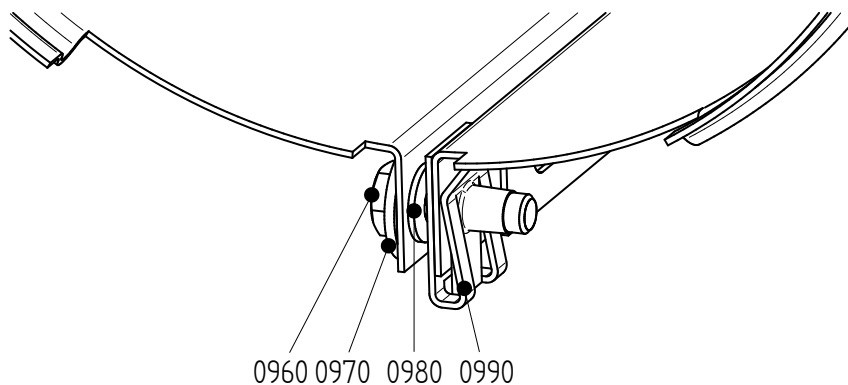

Figure 15: Installation de l'enveloppe.
- 1 Desserrez les boulons (0960). Voir figure 15.
- 3 Fermez l'enveloppe et posez un boulon (0960). Voir figure 15.
- 5 Fermez l'enveloppe et posez un boulon (0960). Voir figure 15.